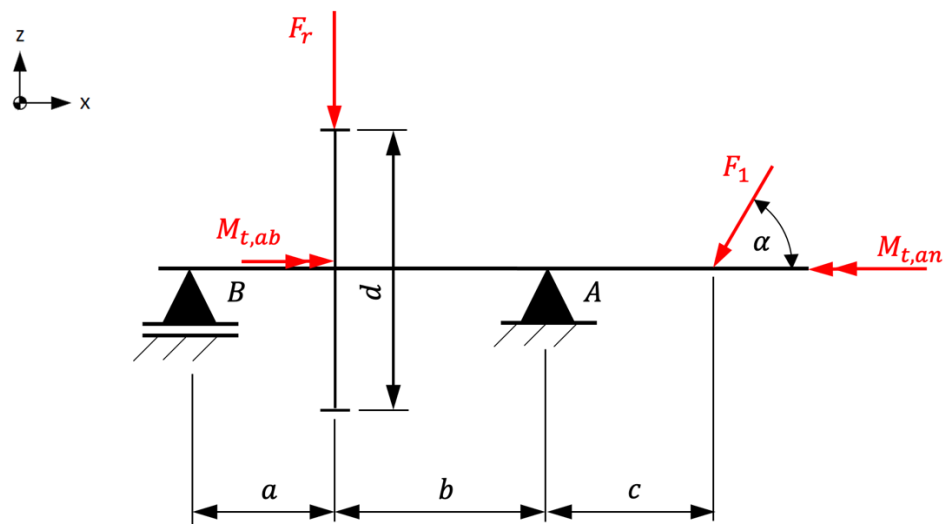

Abbildung 3: Antriebseinheit
6.1 Eine Welle soll wie in Abbildung 3 gelagert werden. Nutzen Sie zur Berechnung der folgenden Teilaufgaben die Angaben aus Tabelle 5. Geben Sie die Ergebnisse mit zwei Nachkommastellen an.